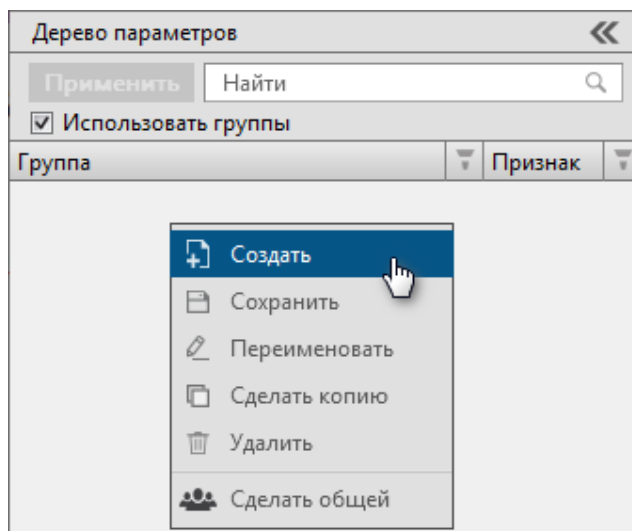

Рисунок 22 - Создать группу
2. Нажмите *ПКМ* и выберите команду **Создать** (Рисунок 22).